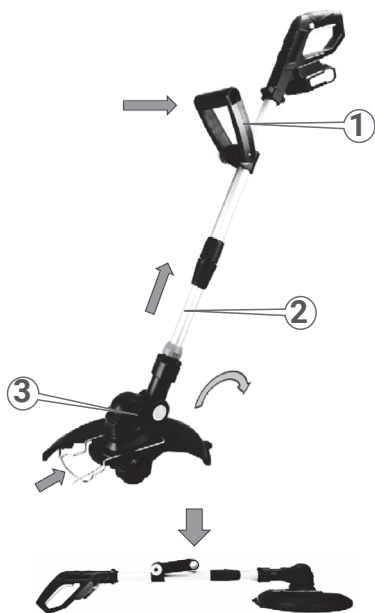

Рисунок 19. Схема складання виробу для зберігання.
- від'єднати різальний інструмент від виробу або скласти його під прямим кутом нахилу (дивись рис. 19);
- скласти телескопічну опору (2, рис. 19);
- розташувати додаткове руків'я паралельно телескопічній опорі (1, рис. 19);